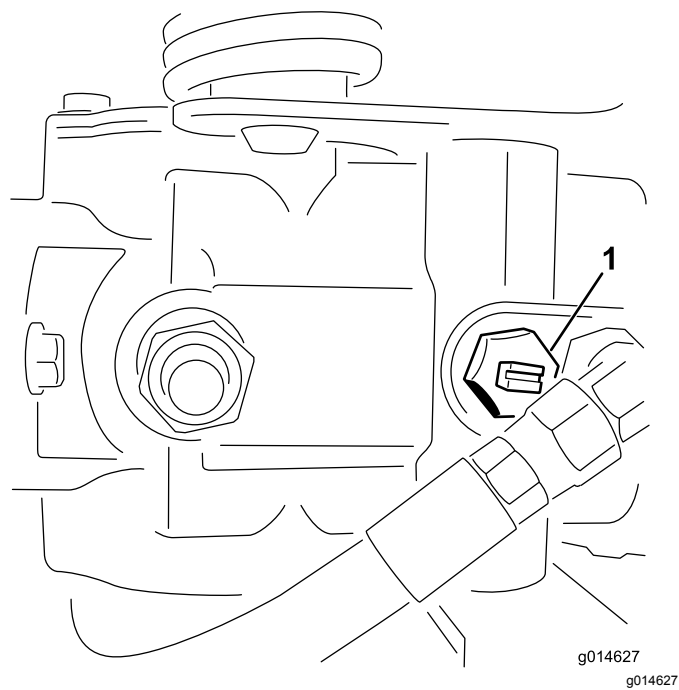

図 27
1. 油圧ポンプについているバイパスバルブ 図 27 の溝が「縦」になるようにバルブを回転させる。
2. エンジンを始動する前に、必ずバイパスバルブを閉じる溝が横向きになる 図 27。